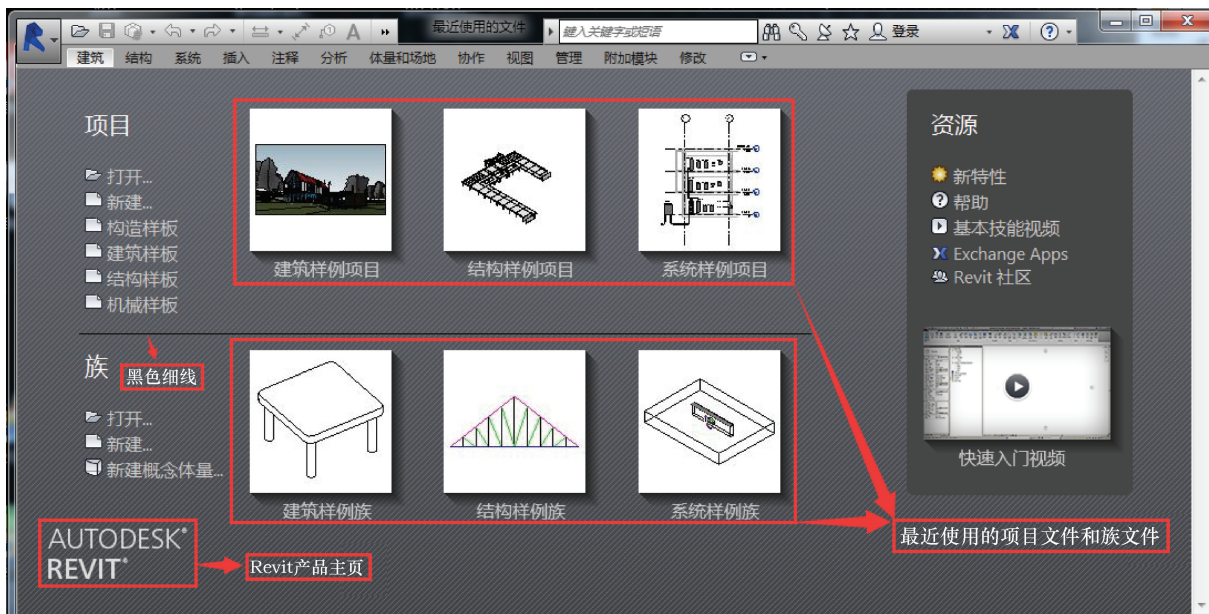

图 2-1
1) 打开 Revit 软件，出现如图 2-1 所示的初始界面。界面中间黑色细线的上部为项目区域，下部为族区域，红色方框内显示的是最近使用过的文件缩略图，界面左下角是关于当前版本 Revit 产品主页的链接，光标靠近以后会显示提示信息“Revit 产品主页”。